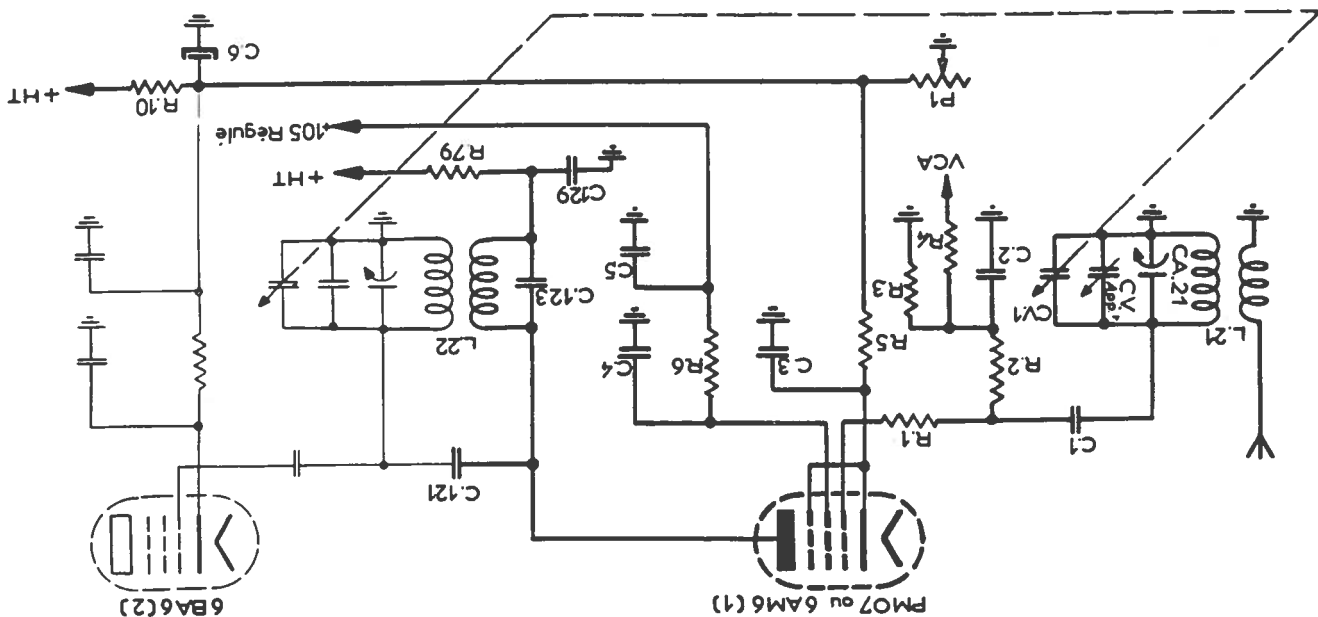

Figure 6. — Premier étage amplificateur haute fréquence.
5.01 PREMIER ETAGE AMPLIFICATEUR HAUTE FREQUENCE (fig. 6).